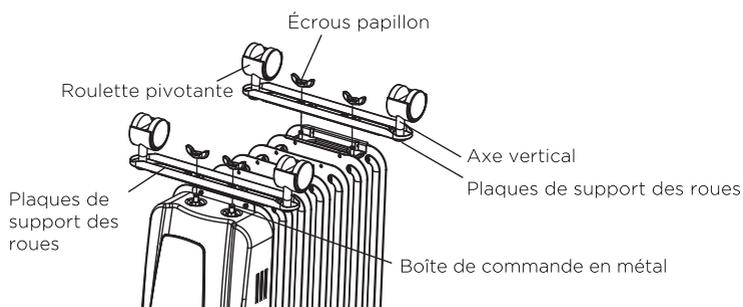

Fig.1
3. Fixez les plaques de support des roues sur le radiateur comme le montre la Fig. 1. Une plaque se fixe entre les deux dernières ailettes et l'autre se fixe à côté de la boîte de commande en métal.